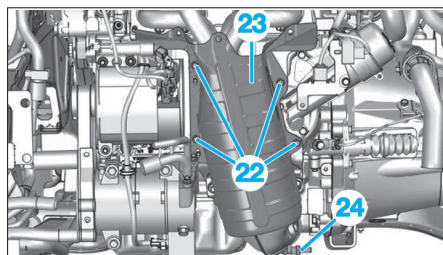

Fig. 75
- les vis (22) (Fig.75),
- l'écran thermique inférieur (23),
- le collier (24),